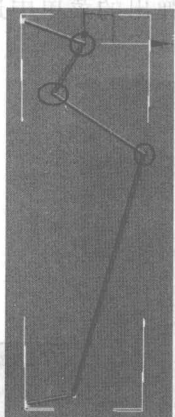

图 1.3.2 被圈的 3 个顶点为 Smooth
(1) 打开 C:\3DMAXTK\SCENES\ONE-3. MAX 文件, 选择工作窗口中的 Front 前视图, 单击右下角的最大化显示按钮 , 将整个工作区定为前视图。
(2) 选中工作区的曲线, 在右侧命令面板中选择  修改命令选项卡, 单击 Line(线条) 前的 “+”, 展开卷展栏, 选择 Vertex(顶点) 顶点编辑方式, 框选如图 1.3.2 中所示圈选的 3 个顶点, 并单击鼠标右键, 在弹出的菜单中将图中所圈选的 3 个点的节点属性都设置为 Smooth(光滑)。
(3) 框选如图 1.3.2 所示其余 3 个顶点, 设置其节点属性为 Corner(角点)。